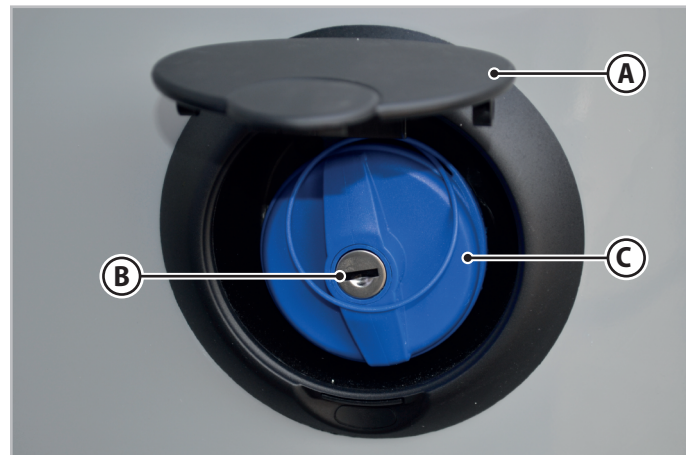

Fig. 6.36 - Rifornimento serbatoio acque chiare
1. Sollevare lo sportellino (A - Fig.6.36) per accedere al bocchettone di rifornimento acqua posto sul lato del veicolo.
2. Inserire la chiave nella serratura (B - Fig.6.36).
4. Ruotare il tappo (C - Fig.6.36) in senso antiorario e rimuoverlo.